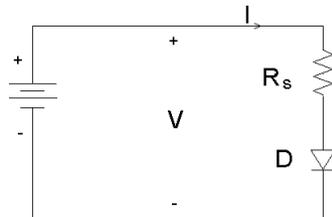

Fig.3
L'eq.(1) si riduce a un esponenziale per $I \gg I_S$. Un modello più accurato tiene conto anche della resistenza serie (v. Fig.3), dovuta al materiale presente tra i contatti ohmici e la giunzione pn: